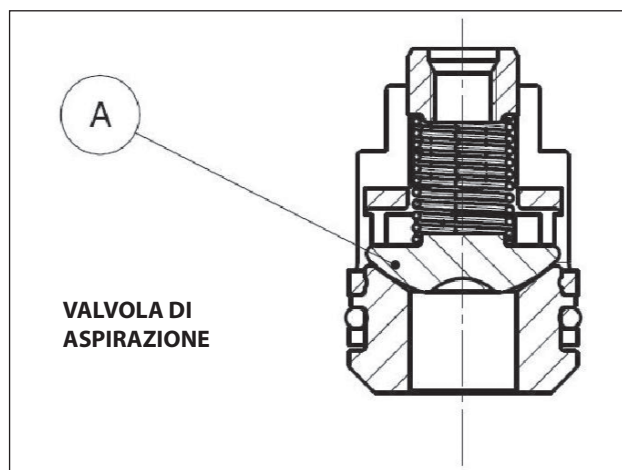
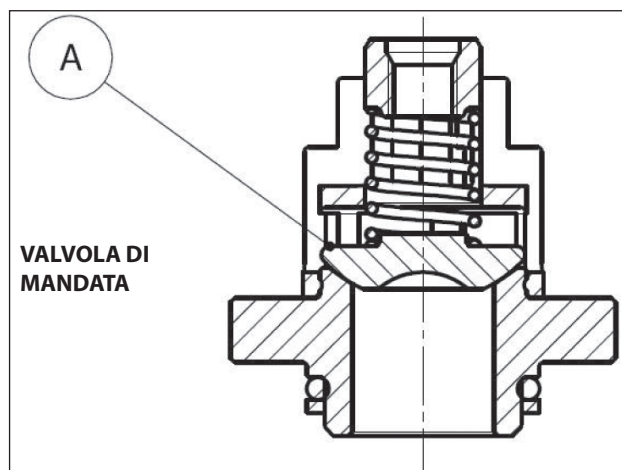

Fig. 26
Fig. 27
2. Per versione HF18 - WK355 inoltre fare attenzione a non invertire anche le valvole sferiche di aspirazione con quella di mandata "A" (Fig. 26, Fig. 27), pos. esploso 46 come indicato nel capitolo 16 del **Manuale uso e manutenzione**.